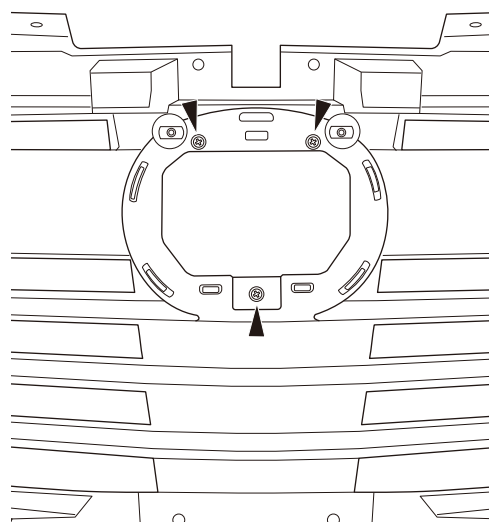

図9 ①フロントグリル取付け
14. 図9を参照し、⑦トラスボルトと⑧フランジナットを使用し、①フロントグリルの上面2箇所と前面4箇所をフロントバンパーに固定します。